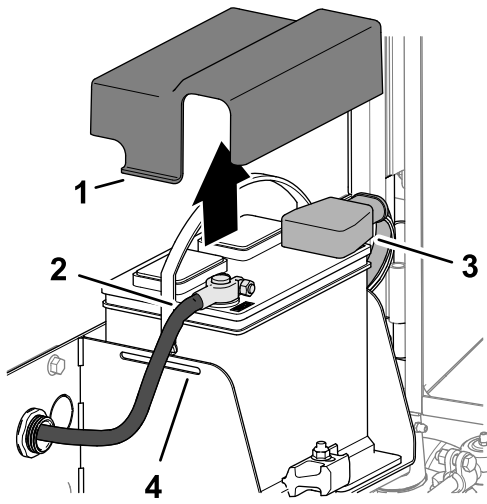

Figura 127
3. Premete i lati del coperchio della batteria e rimuovete il coperchio dal vassoio della batteria (Figura 127).